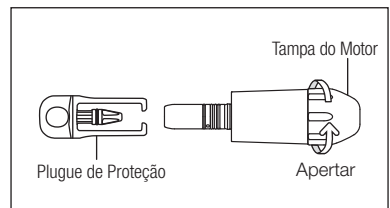

Fig.12
- 4) Parafuse a Tampa no Motor. Coloque o plugue de proteção na entrada do motor. (Fig. 12)